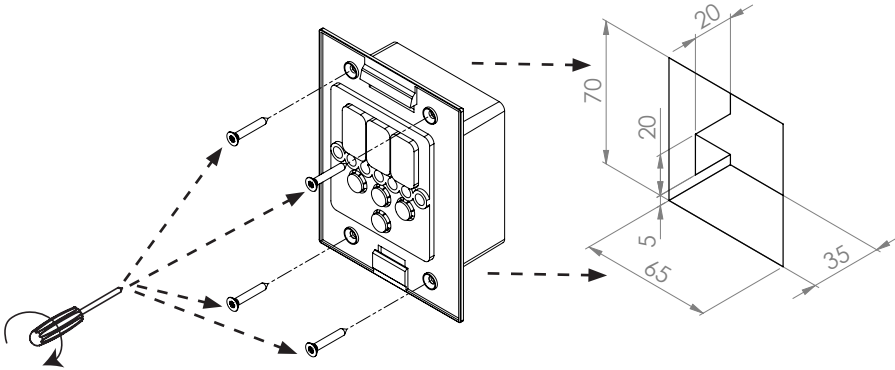
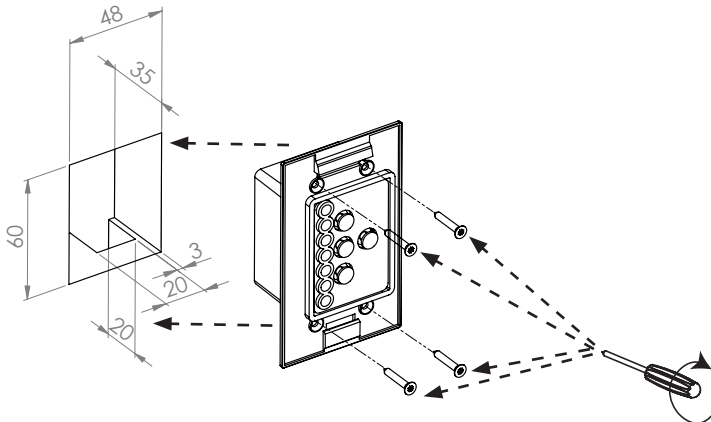

Fig.5 Montage de l'élément de commande pour Pro D
Fig.6 Montage de l'élément de commande de la sortie supplémentaire (en option)
1. Découpez l'évidement de 70 x 65 ou 60 x 48 mm en avec, par exemple, une scie sauteuse (voir **Fig.5 et Fig.6**).